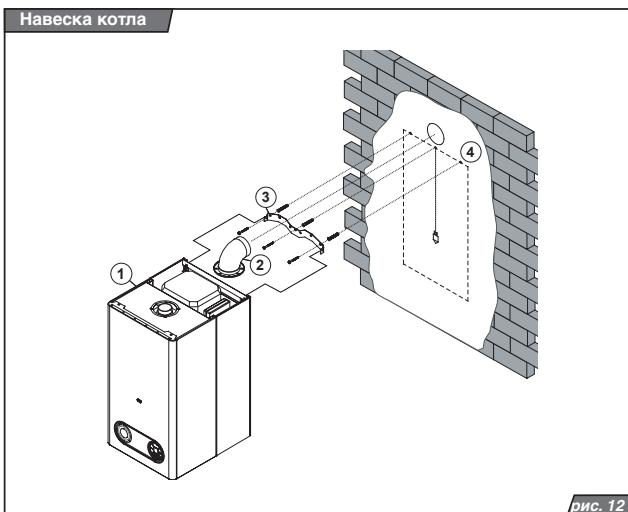

рис. 12
Порядок навески (рис. 12):
1. Для закрепления подвесной планки (входит в комплект поставки котла) котла на навесной стене обозначте линией верхнюю грань котла (рис. 12, поз. 4). Используйте уровень водянной.
2. На обозначенную линию приложите подвесную планку (рис. 12, поз. 3) и через её отверстия обозначте пункты. Последовательно просверлите соответствующие отверстия для хомутов. Установите хомуты в просверленные отверстия, установите подвесную планку а как следуют её зацепите при помощи винтов.
3. Если должен устанавливаться вариант котла с принудительным отводом продуктов сгорания (КТZ), то в случае вывода непосредственно на фасад (рис. 12, поз. 2) обмерите отверстие для прохода соосных труб (смотри присоединительные размеры котла).